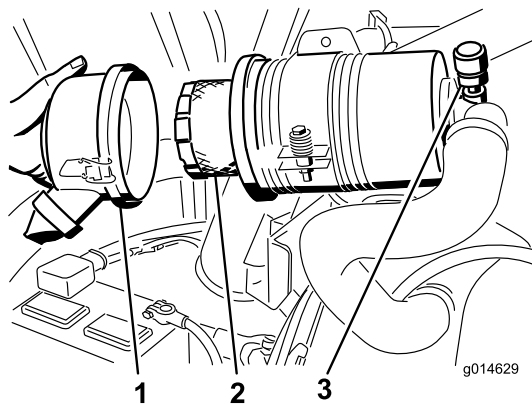

Figura 53
4. Togliete il filtro e sostituitelo (Figura 53).